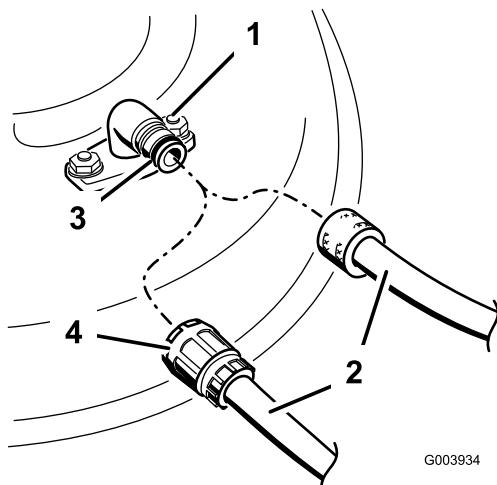

Figura 69
3. Coloque a união da mangueira na extremidade de limpeza do cortador e ligue a água em elevado (Figura 69).